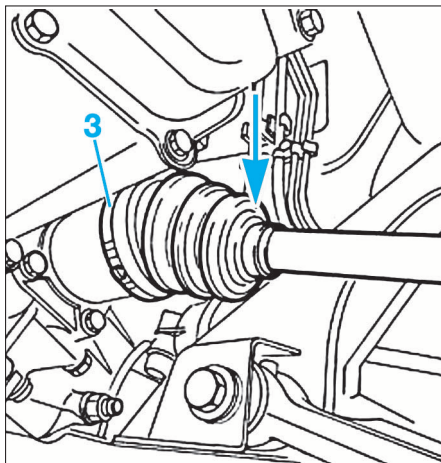

FIG. 32
- Du côté gauche, déclipser le collier (3) (Fig.32), puis déboîter l'arbre de transmission gauche.